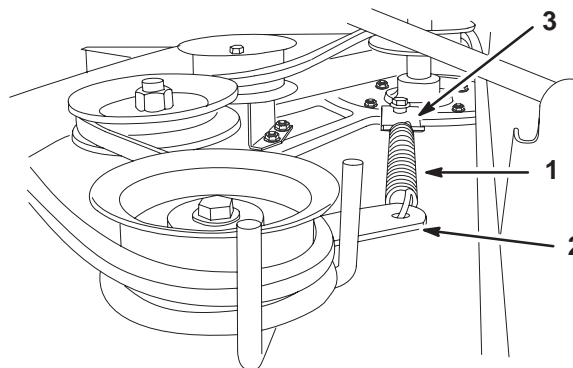

Bild 9
14. Haken Sie die Feder vom Spannscheibenarm in die Halterung am Mähwerk (Fig. 9).